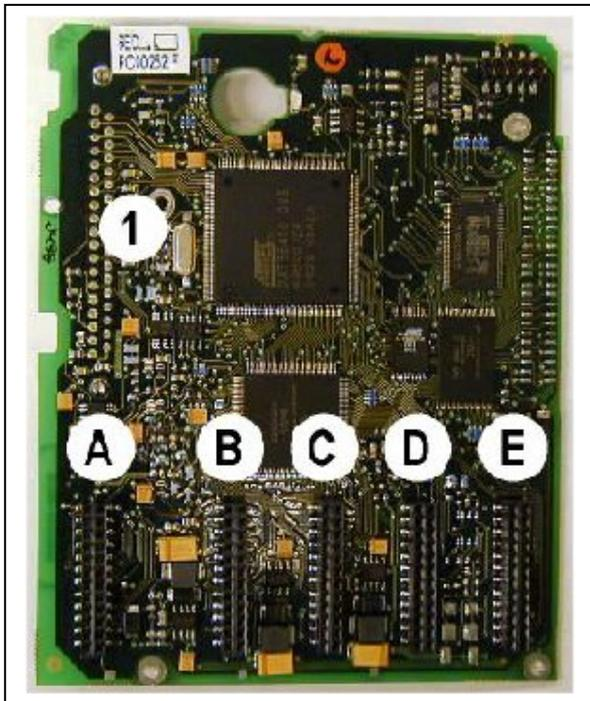
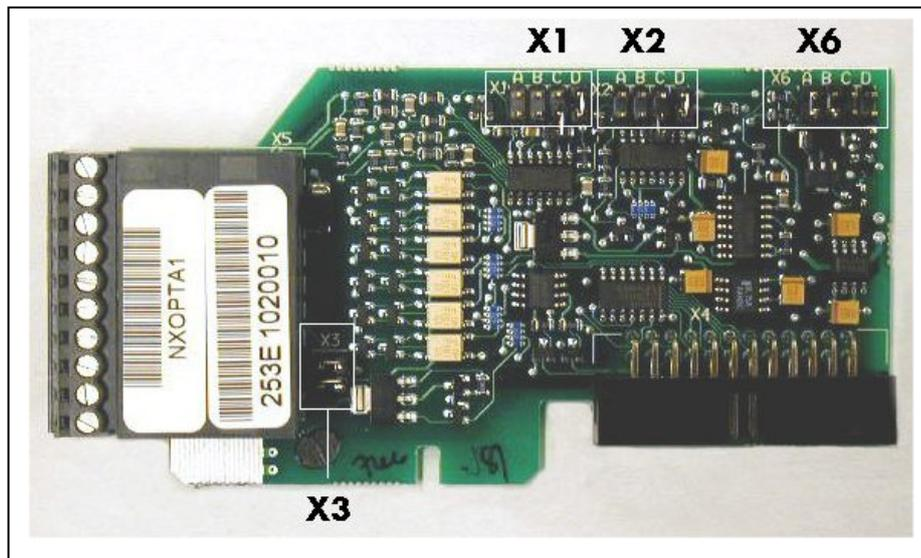

Figura 6-13. placa de control
Figura 6-20. Bloques de puentes en OPT-A1
La unidad de control del inversor consta de una tarjeta de control y tarjetas opcionales (vea Figura 6-13 y la Figura 6-20), que se encuentran conectadas a cinco conectores de ranura (A a E) en la tarjeta de control. La tarjeta de control está conectada a la unidad de potencia a través de un conector D (1).